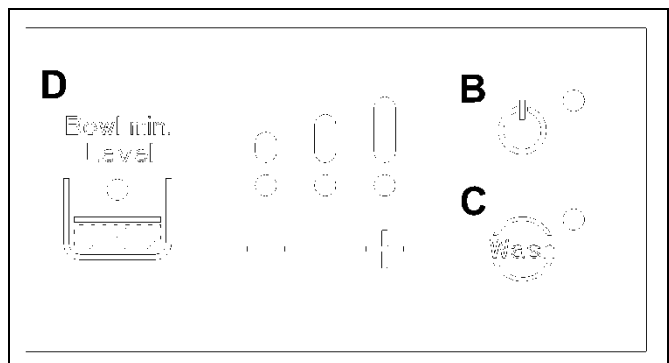

Abb. 34
- Wenn sowohl die Füllstands-LED des Produkts D als auch die Einschalt-LED B (Abb. 34) leuchten und ein Alarmton zu hören ist, bedeutet dies, dass der Füllstand der oberen Wanne zu niedrig ist und nachgefüllt werden muss. In diesem Zustand ist die Maschine blockiert und bis zur Wiederherstellung des Füllstands funktionieren nur der Motor und die Pumpe in der Ausgabephase.